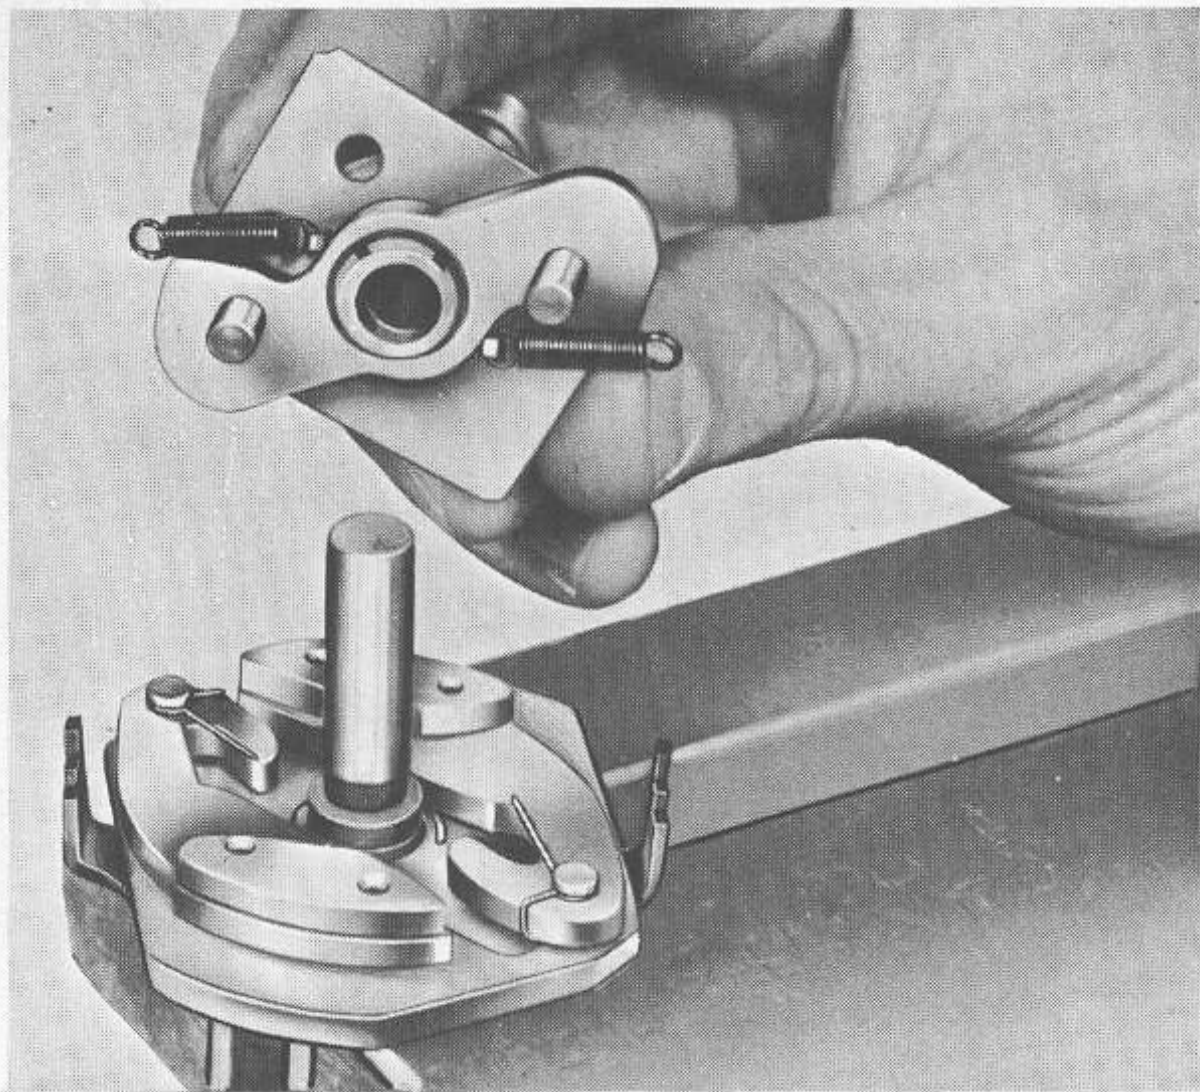

Bild H5 Montering av brytarkam
2. Montera centrifugalvikterna samt låsfjädrarna till dem. Montera brytarkammen på fördelaraxeln, bild H5. Häkta på fjädrarna till centrifugalregulatorn. Montera bricka och låsring för brytarkammen. Låsringen tryckes på plats med lämplig hylsa. Montera smörjfilten.